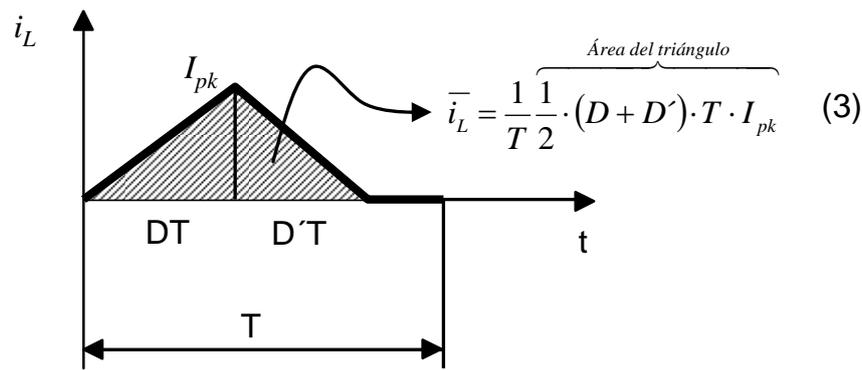

Figura C2.2
La forma de la corriente en la bobina, teniendo en cuenta que el convertidor está operando en MCD, se anula en cada ciclo de conmutación, y por lo tanto el valor de la corriente media ($\overline{i_L}$) se puede obtener mediante la expresión (3) tal como se deduce en la figura C2.2.